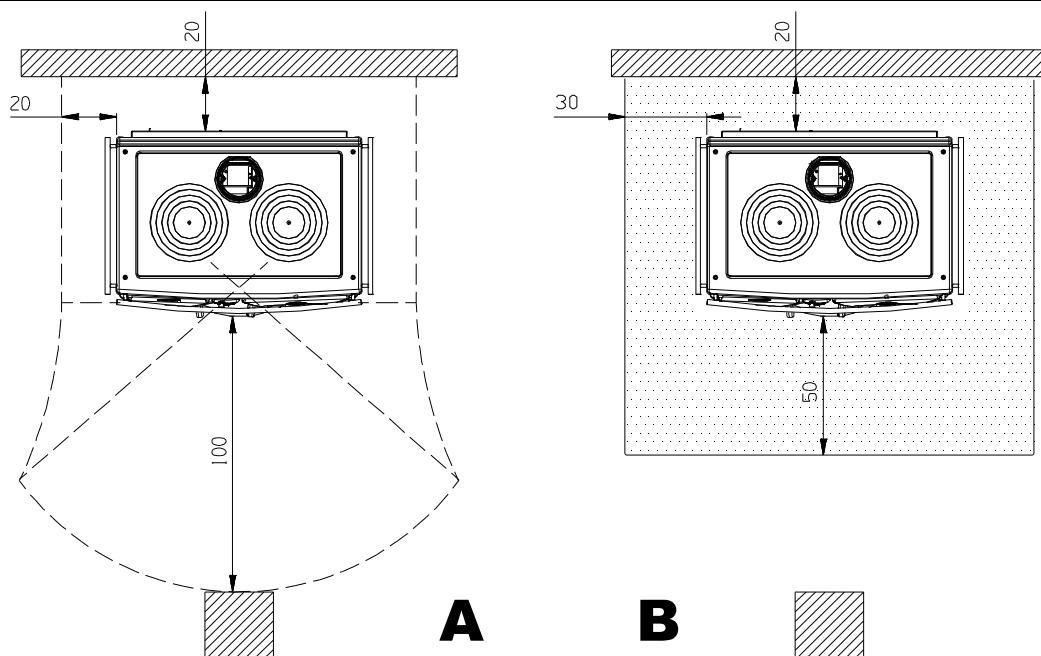

ABB. 4
- Der Mindestabstand von entflammbarer und wärmeempfindlichen Bauelementen und Gegenständen (Möbel, Holzverkleidungen, Stoffe usw.) beträgt **20cm** an der Rückseite und auf beiden Seiten, um eine ausreichende Wärmeisolierung zu sichern (siehe ABB. 4 **A**).
- Falls der Heizungsherz auf einem aus entflammbarem Material bestehenden Fußboden installiert wird, ist ein feuerfester Unterbau vorzusehen, z.B. ein Stahlpodest (Ausmaße nach den regionalen Bestimmungen). Der Unterbau muss vorn mindestens **50 cm** und seitlich **30 cm** über die Öffnung der Einfülltür vorspringen (siehe ABB. 4 **B**).